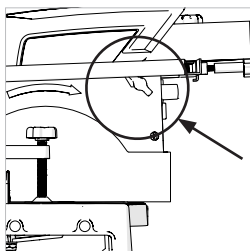

Fig. 23a
- Certifique-se de que a mesa está na posição mais baixa **(ver Fig. 23a e 23b)**
1. Ajuste da altura da mesa (Fig. 23a e 23b)